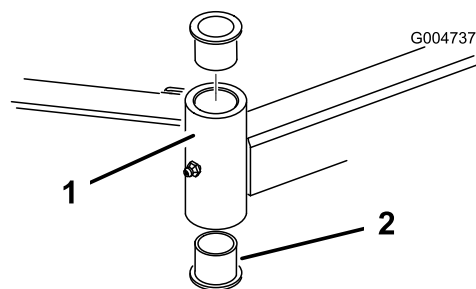

Figura 122
4. Inserte un botador fino en la parte superior o inferior del tubo de montaje y dé golpes hasta retirar el casquillo del tubo (Figura 122).